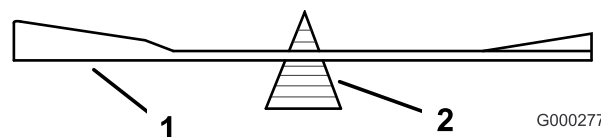
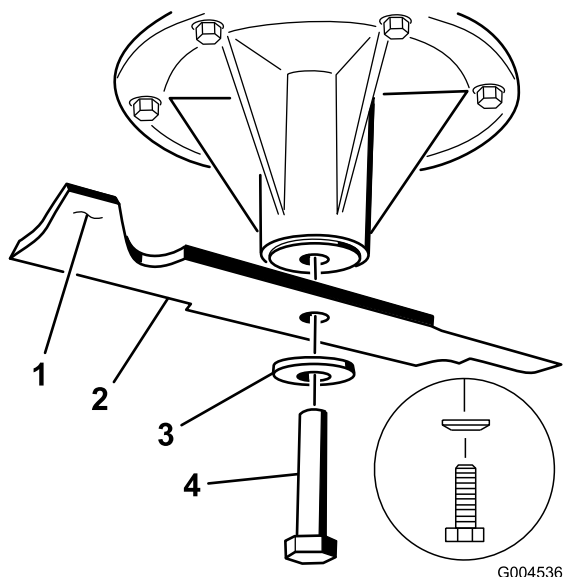

Figura 82
Figura 83
2. Togliete il bullone, il disco elastico e la lama dall'asse del fusello (Figura 83).
2. Controllate l'equilibrio della lama posizionandola su un bilanciatore (Figura 82). Se la lama rimane in posizione orizzontale, è bilanciata e può essere utilizzata. Se la lama non è bilanciata, limate del metallo soltanto dalla costa (Figura 83). Ripetete la procedura finché la lama non è perfettamente bilanciata.
1. Montate la lama sull'asse del fusello (Figura 83).
2. Montate la rondella curva e il bullone della lama. La parte sporgente della rondella curva deve essere rivolta in verso la testa del bullone (Figura 83). Serrate il bullone della lama a 115–149 Nm.